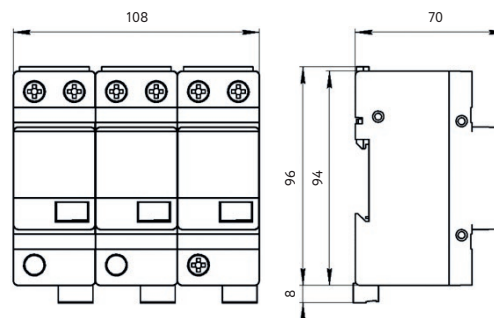
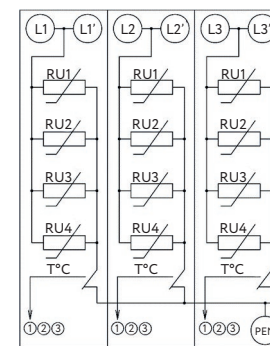

Рисунок 1. Габаритные размеры УЗИП
Рисунок 2. Принципиальная электрическая схема УЗИП
1.4.4 Габаритные размеры УЗИП представлены на рис. 1. Принципиальная электрическая схема УЗИП представлена на рис. 2.